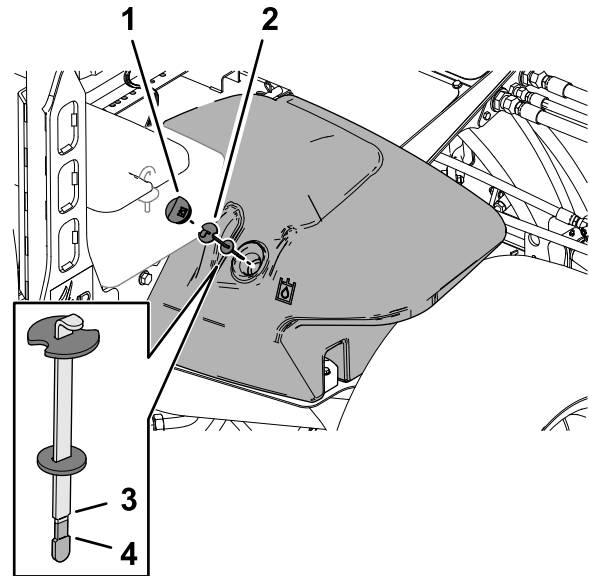

Figura 162
2. Limpie la zona alrededor del cuello de llenado y el tapón del depósito hidráulico (Figura 162).